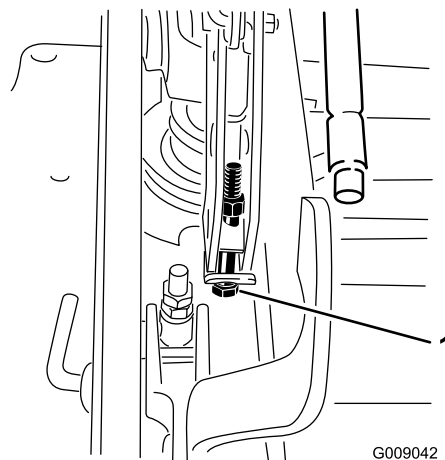

Figure 87
13. Si le plateau est trop bas, serrez le boulon de réglage monopoint dans le sens horaire. Si le plateau est trop haut, desserrez le boulon de réglage monopoint dans le sens antihoraire (Figure 87).